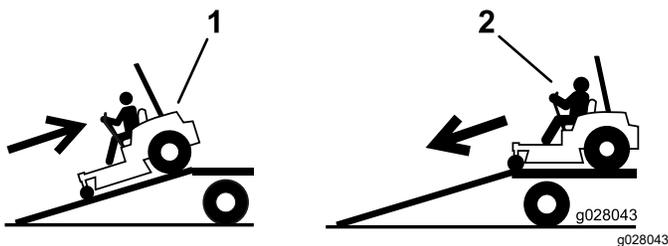

Figura 50
2. Scendete dalla rampa in marcia avanti (Figura 50).